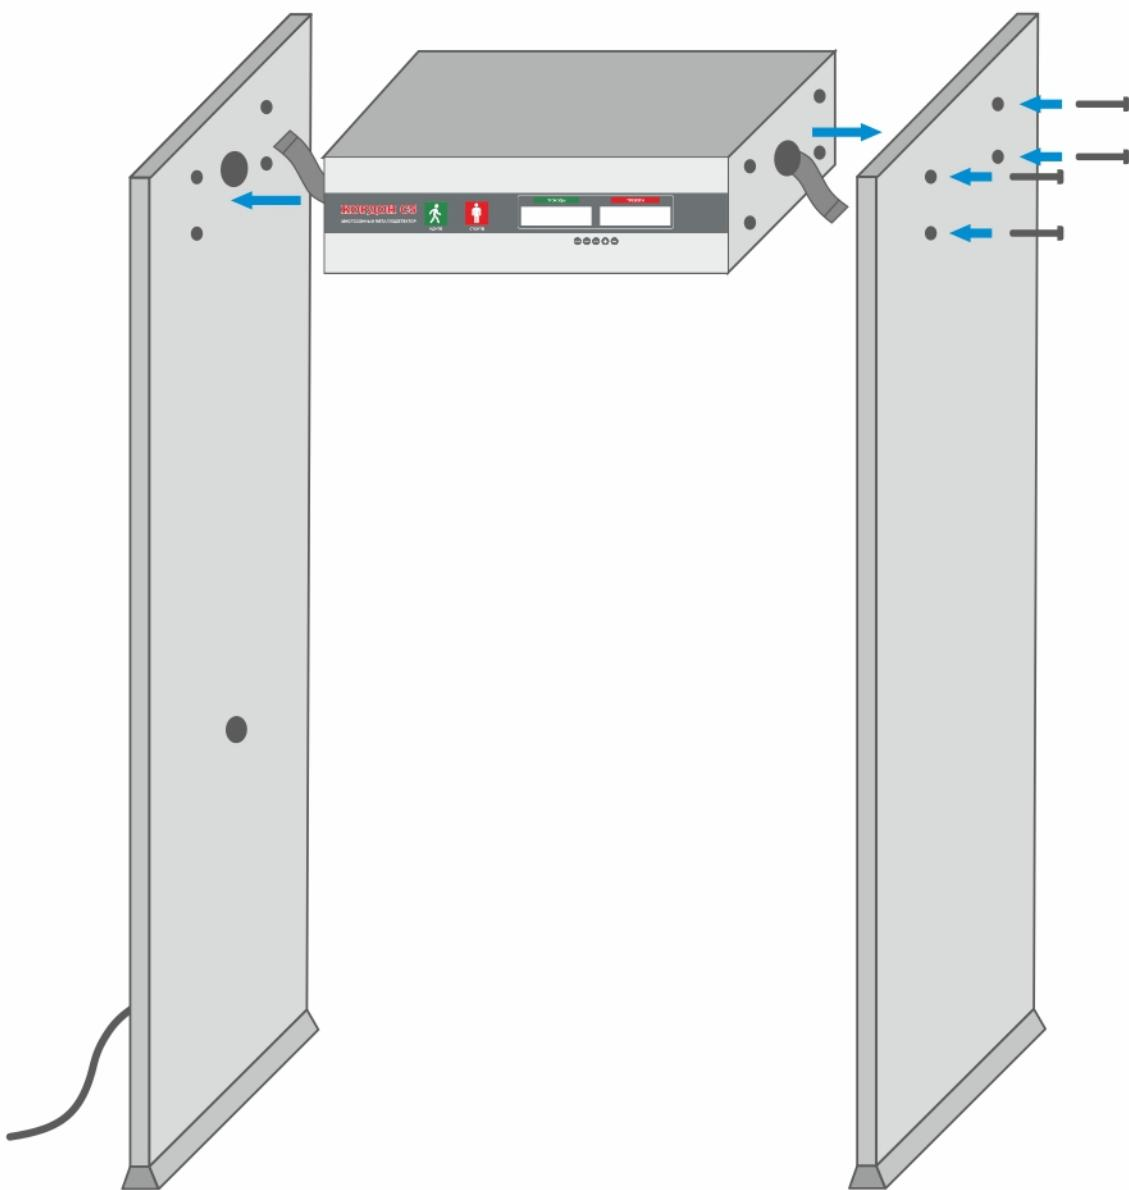

Рисунок 3. Сборка металлоискателя.
2. Соедините блок электроники и приёмо-передающие антенны с помощью входящих в комплект винтов, как показано на рис. 3.